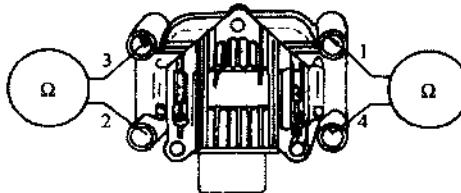

图 2.40 4 缸发动机点火线圈次级电阻的测量
⑤ 其他 4 缸机 1 缸和 4 缸、2 缸和 3 缸规定值为  $4.0\Omega \sim 6.0\Omega$ ，测量如图 2.40 所示。